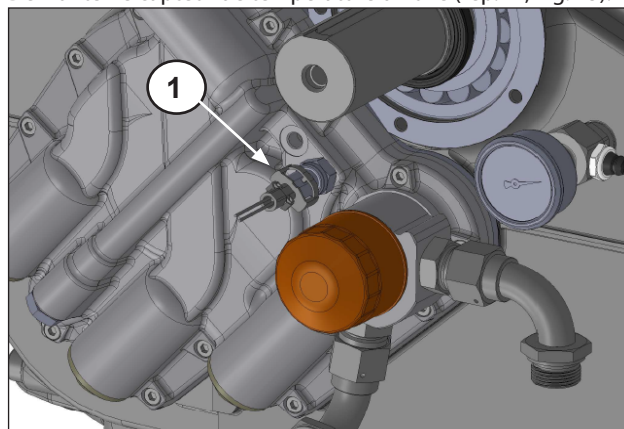

Fig. 15
Démonter le capteur de température d'huile (rep. ①, Fig. 15).